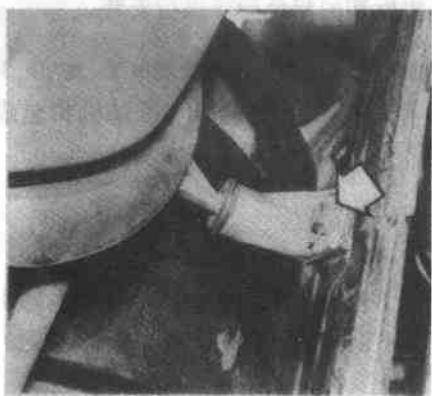

图 5-3-3
- (1) 拆下全景雨刮臂。
- (2) 拆下气动室上方的空气进口罩的两个固定螺钉和卡环。
- (3) 按图 5-3-3 所示，提起空气进口罩的前部分的橡胶密封件。